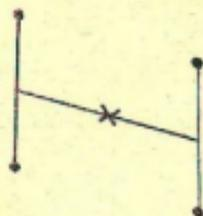

Abb. 38 Bestimmen des mittleren Treffpunktes bei symmetrischer Lage der Treffer
b) Bei symmetrischer Lage der Treffer (Abb. 38) kann der mittlere Treffpunkt wie folgt bestimmt werden: